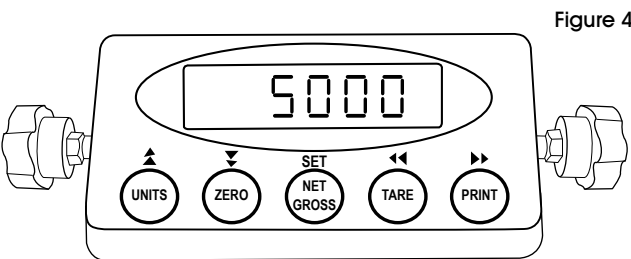

Figure 4
- Appuyez sur ZERO (ZÉRO) et vérifiez que l'écran affiche « 5 000 ». Appuyez sur SET (RÉGLER). Appuyez sur UNITS (UNITÉS). (Voir Figure 4)